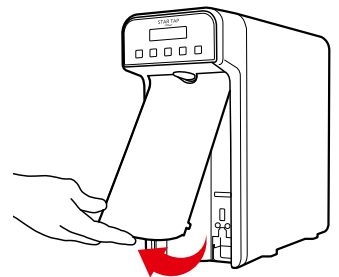

Fig. 1-13
38.2 - Estrarre il coperchio del pannello frontale Fig.1-13.